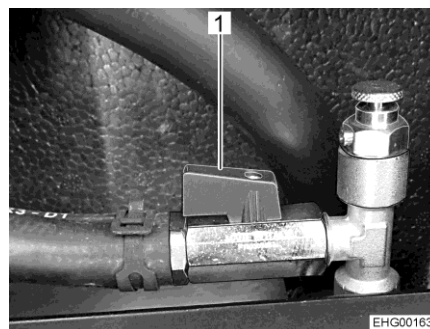

Bild 187 Kulventil (öppen)
- Ställ spaken (Bild 187,1) parallellt med rörledningen.